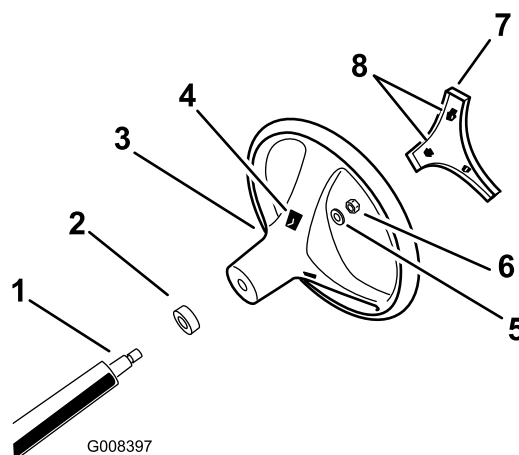

Figura 3
4. Fixe o volante ao eixo, utilizando a porca de bloqueio (Figura 3). Aperte a porca de bloqueio com uma força de 24 a 91 N-m.
5. Alinhe as patilhas da tampa com as ranhuras no volante e coloque a tampa no volante (Figura 3).